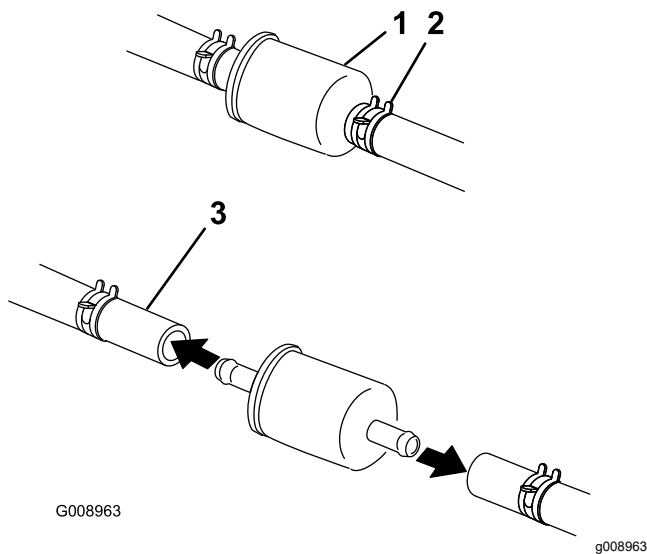

Figura 65
5. Sostituite il filtro del carburante (Figura 65).